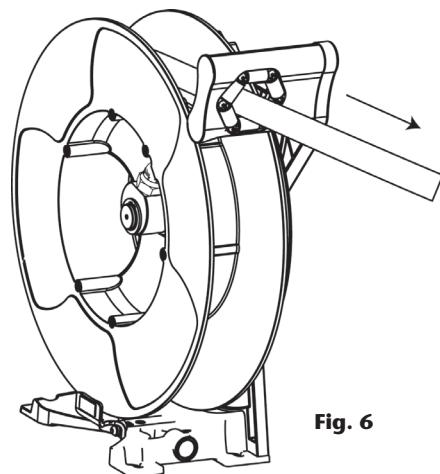

Fig. 6
- Déroulez complètement le flexible jusqu'à la dernière position de verrouillage du cliquet (fig. 6).